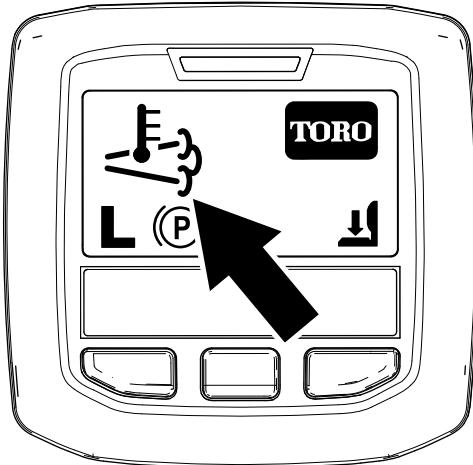

Figure 45
- L'icône de haute température d'échappement  s'affiche sur l'InfoCenter (Figure 45).